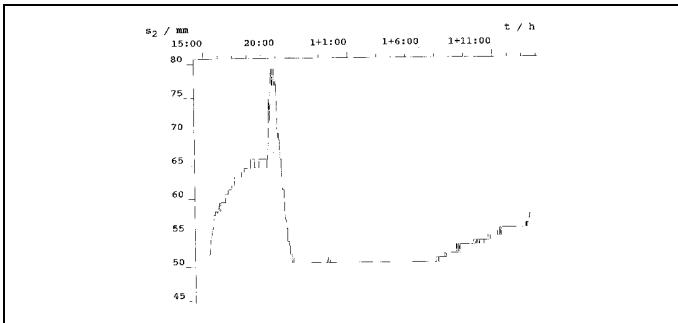

Fig. 6
*Faire balancer le porte-sphère ⑨ sans toucher le boîtier.*
*Durant la saisie des valeurs mesurées, le dispositif expérimental ne devra être soumis à aucune secousse mécanique et à aucune variation de température susceptible d'occasionner des convections dans le boîtier de la balance (voir fig. 6)*
Pour la méthode de pleine déviation, relever et noter toutes les 30 s la position de l'index lumineux sur l'échelle sur au moins 3 périodes d'oscillation, pour la méthode de l'accélération, sur 1 période (fig. 6).
*Girar el soporte para bola ⑨ sin tocar la carcasa.*
*Durante la adquisición de datos, evitar que el arreglo experimental esté expuesto a vibraciones mecánicas y fluctuaciones de temperatura las que pueden provocar convecciones en la carcasa de la balanza (ver Fig. 6)*
Empezar a leer la posición del puntero luminoso sobre la escala y anotar cada treinta segundos, después de por lo menos 3 períodos de la oscilación para el método de la posición final y después de un período para el método de la aceleración (ver Fig. 6)